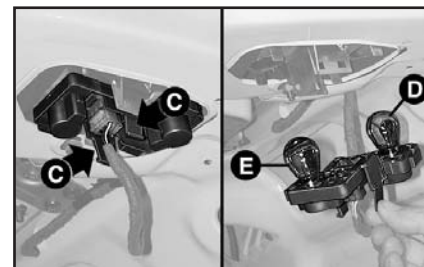

рис. 22
- 3) Нажав на выступы-фиксаторы **С** (рис. 22), извлеките плату с патронами.
4) Чтобы извлечь лампу, слегка надавите на нее и поверните против часовой стрелки (рис. 22).
В этом фонаре имеются лампы следующих типов (рис. 22):